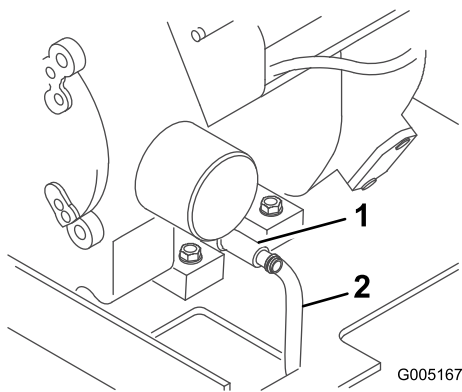

Figure 25
4. Placez une extrémité du flexible sur le robinet de vidange et l'autre extrémité dans un bac de vidange (Figure 25).
5. Ouvrez le robinet de vidange en le tournant dans le sens antihoraire et en tirant dessus simultanément (Figure 25).